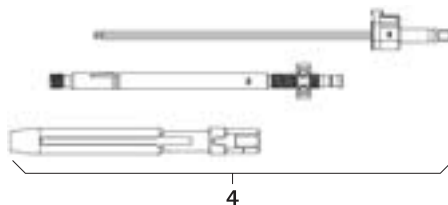

Fig. 10
- Montar a alavanca de reposição 4, ver Fig. 10.